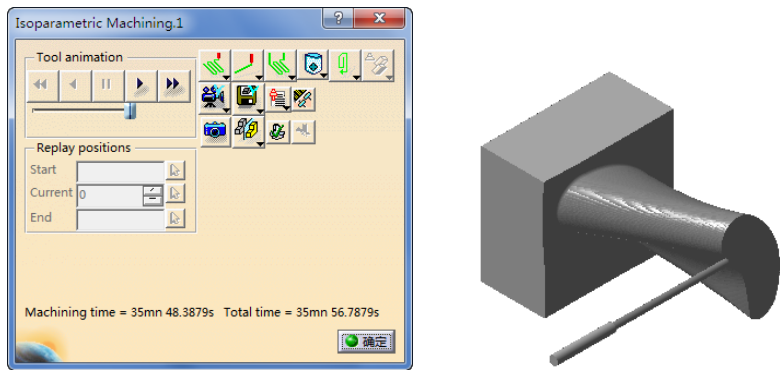

图 4-110 实体切削仿真（5）
- 单击图 4-110 所示对话框中的 View from last result 按钮, 然后单击 Forward replay 按钮, 显示实体切削仿真(5)如图 4-110 所示。